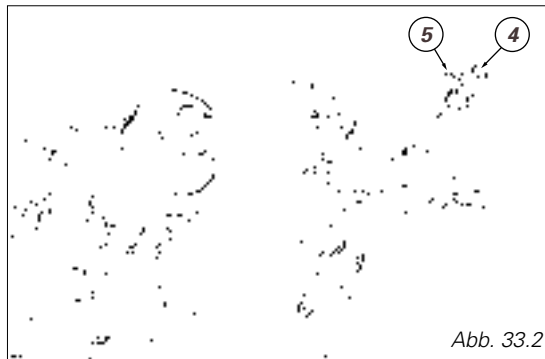

Abb. 33.2
Nach einem Ändern des Lenkerwinkels, muss der Stoßdämpfer wieder ausgerichtet werden. Die Schraube (4, Abb. 33.2) lösen, das Gelenk der Dämpferstange an der Bohrung (5) des Rahmens verstellen. Die zuvor entfernte Schraube (4) wieder festziehen.